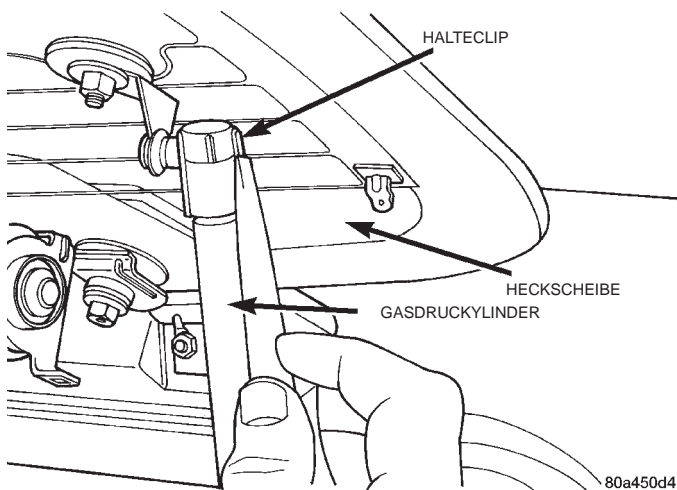

Abb. 73 Gasdruckzylinder
- (1) Heckscheibe öffnen und abstützen.
- (2) Halteclips ausrasten, mit denen die Gasdruckdämpfer beidseitig an den Kugelkopfaufnahmen befestigt sind (Abb. 73).